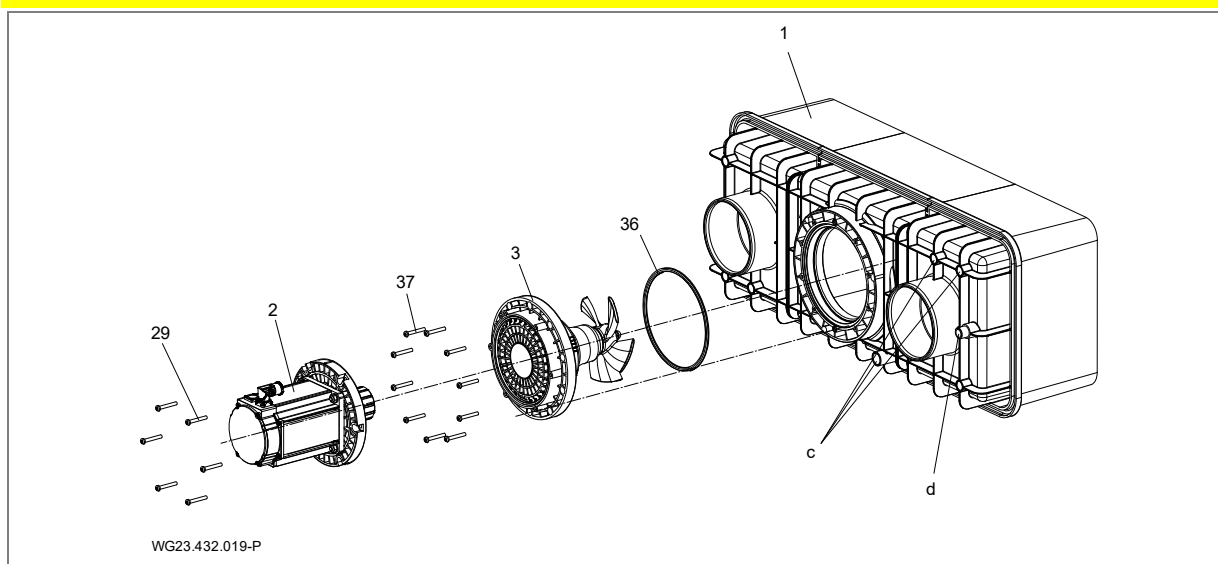

Fig. 16
1. Dégraisser la tubulure de raccordement (d, Voir "Fig. 16", page 22) sur le boîtier en plastique (1) et la douille de raccordement de la gaine de protection des câbles (12) avec un nettoyant pour PVC-U / ABS.